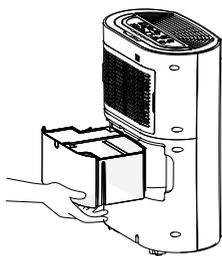

рис. 2
2. Візьміться обома руками за ручки для витягування бака, енергійно, але обережно витягніть його з корпусу приладу (рис. 2).